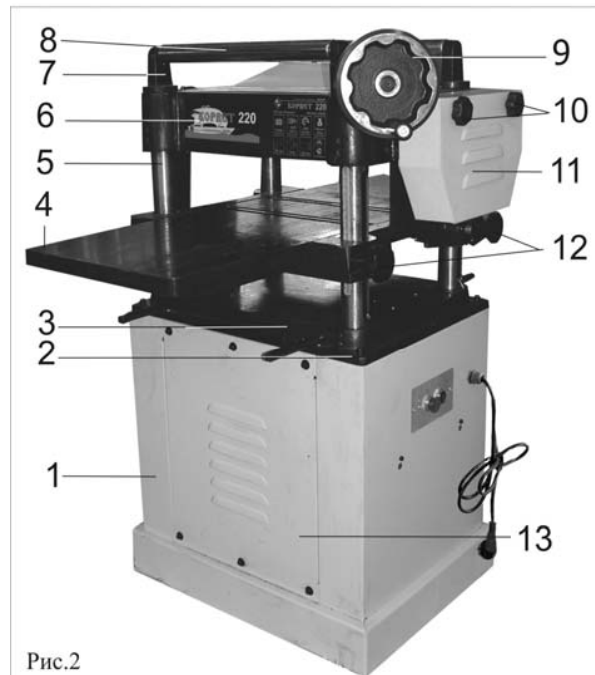

Рис.2
## 7. УСТРОЙСТВО СТАНКА (Рис. 2,3)
## 8.1. Установка станка (Рис.2)
8.2.5. Как показано на Рис.2, установите ручку (15) переключения скорости автоматической подачи заготовки.